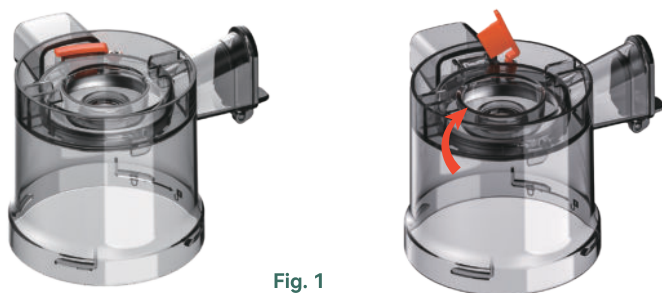

Fig. 1
1. Veuillez nettoyer la valve en silicone sous le bol d'extraction. Retirez la valve en silicone comme indiqué dans (Fig. 1) ci-dessous pour retirer facilement les résidus et rincez-la sous l'eau courante.